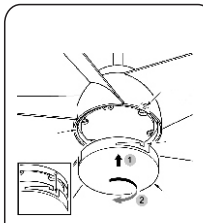

Fig.21
Paso 4. Coloque la difusor de vidrio contra el plato de montaje y girelo en sentido de las manecillas del reloj hasta que quede firme y seguro. NO LAAPRIETE DEMASIADO.(Fig.21)